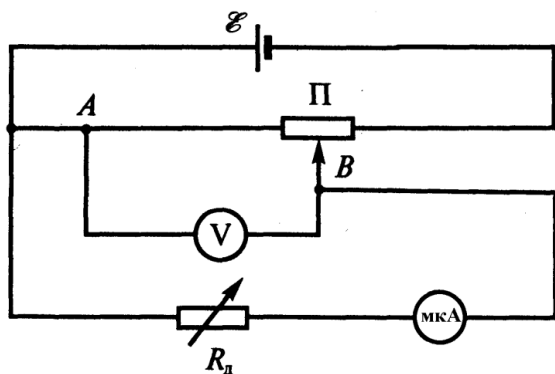

Рис. 2.5.
Схема **третьей** установки, которая служит для проверки точности подбора добавочного сопротивления, представлена на рис. 2.5. В качестве контрольного прибора в ней также используется мультиметр или цифровой прибор Щ4000, обозначенный как «V». Величина напряжения, подаваемого на
Зарисуйте схему проверки подбора добавочного сопротивления (рис. 2.5).
*Соберите* схему в соответствии с рис. 2.5. Для этого *подключите* выход выпрямителя к крайним точкам реостата. *Соедините* последовательно исследуемый микроамперметр и магазин сопротивлений, который в этом случае играет роль добавочного сопротивления. *Подключите* эту цепочку между одним из выводов обмотки реостата и его движком, соблюдая полярность. *Подключите* мультиметр параллельно этой цепочке.